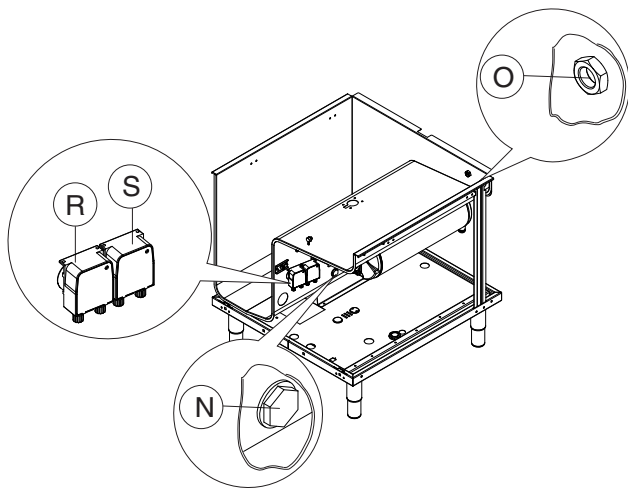

Abbildung 17 Vorbereitung für automatische Dosierer
1. Geschirrspüler mit integrierter Spülmitteldosierpumpe (Abbildung 17).
2. Geschirrspüler mit eingebauter peristaltischer Klarspülerdosierpumpe (Abbildung 17).
Vorbereitung für automatischen Spülmitteldosierer (Abbildung 17)